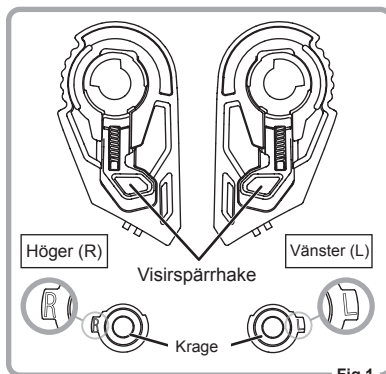

Fig.1
2. Vrid kragskruven på spärrhaken motsols med en M4 (4mm) insexnyckel och ta bort kragskruven och kragen. (Fig.1)
1. Kontrollera först sidan av visirspärrhaken (Fig. 1).
2. Placera haken till visirspärren (L) i hålet på vänster sida av hakskyddet och fäst kragen (L).